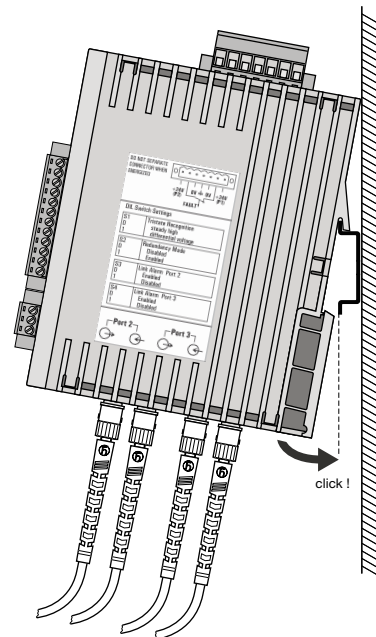

Abb. 15: Montage des Repeaters auf einer Hutschiene
- ▶ Montieren Sie den Repeater auf der Hutschiene. Hängen Sie hierzu die obere Rastnase des Repeaters in die Hutschiene ein und drücken Sie die Unterseite - wie in der Abbildung 15 gezeigt - auf die Schiene, bis die Rastnase einrastet.